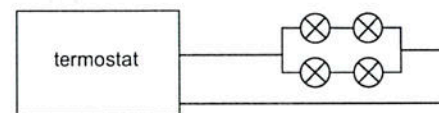

Fig. 2 – Legarea becurilor în doua grupe (in paralel), fiecare grupă fiind formată din două lămpi , conectate in serie.
**A doua metodă** constă în utilizarea a două încălzitoare electrice, în locul lămpilor , legate în paralel, conform schemei prezentate în fig. 2. Se poate folosi și un singur încălzitor electric, dar în cazul în care acesta se arde, există posibilitatea de stricare a ouălor din interiorul incubatorului, deoarece temperatura nu va mai fi menținută de nici un element încălzitor.